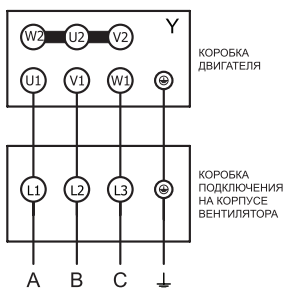

Рисунок 2
11.2 Вентиляторы с двигателями на номинальное напряжение Δ/Y 380/660 В допускается также подключать к трехфазной сети с переменным напряжением 660В, предварительно переключив схему соединения обмоток двигателя в звезду Y 660 В (см. рисунок 2), в противном случае двигатель может выйти из строя.